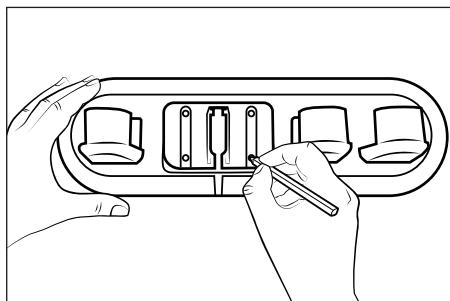

Fig. 5
- 3) Brug tilbehørsholderen 17 til markering af de fire borehuller på væggen (se fig. 5).